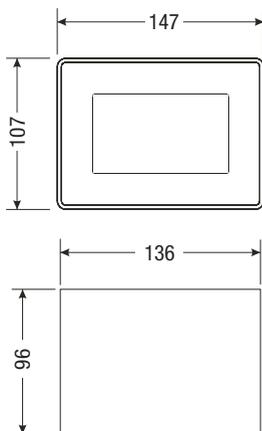

Рис. 3
- Выполните прорезь в двери распределительного шкафа согласно **рис. 3 и 4**.